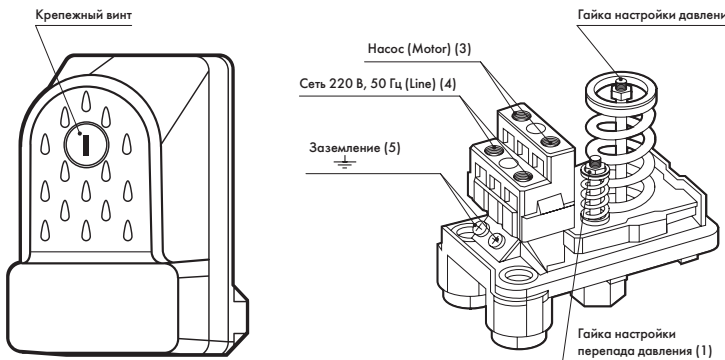

Рисунок 3
6.1. Электрическое подключение реле давления (рисунок 3)
- отвинтив крепежный пластмассовый винт (рисунок 3), снять крышку реле.
Регулировка верхнего и нижнего предела давления осуществляется гайкой (2), фиксирующей положение пружины (рисунок 3). Чтобы увеличить значение верхнего и нижнего предела давления, необходимо закручивать гайку по часовой стрелке. Чтобы уменьшить значение верхнего и нижнего предела давления, необходимо отвернуть гайку против часовой стрелки, тем самым ослабив пружину.